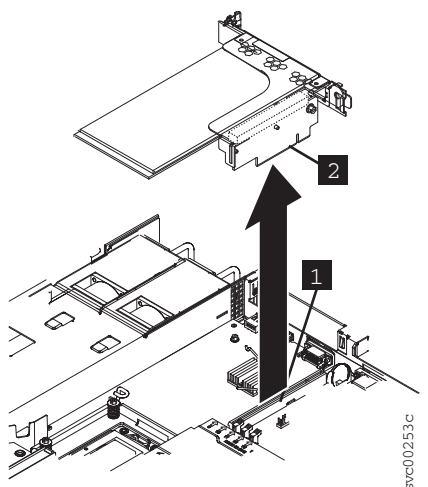

Figura 222. Removendo o conjunto da placa riser SAS de alta velocidade para o SAN Volume Controller 2145-CG8 ou 2145-CF8
9. Depois da remoção dos parafusos de retenção do trilho traseiro para o conjunto de adaptadores, segure o conjunto da placa riser na borda traseira e levante para remover o conjunto, conforme mostrado na Figura 222.